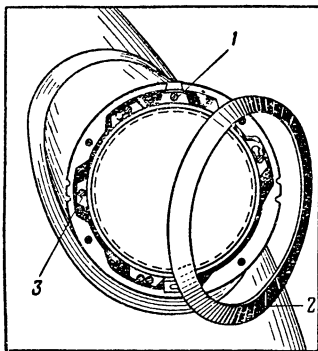

Рис. 66. Фара автомобиля:
- 2 Отвернуть винты облицовочных ободков фар и снять ободки 2 (рис. 66)